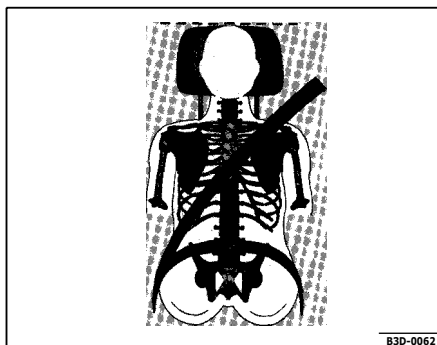
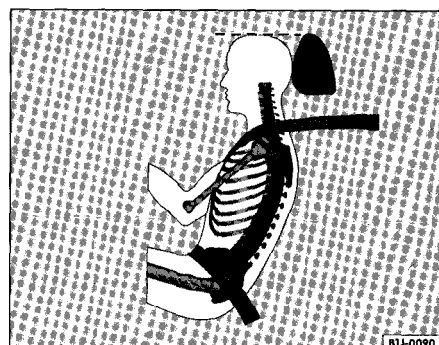

Fig. 51 Vue de face : appuie-tête convenablement réglé et ceinture correctement ajustée
Fig. 52 Vue de côté : appuie-tête convenablement réglé et ceinture correctement ajustée
- Réglez l'appuie-tête de manière que son bord supérieur soit, si possible, sur la même ligne que la partie supérieure de votre tête, mais pas plus bas que vos yeux. Positionnez votre occiput aussi près que possible de l'appuie-tête fig. 51 et fig. 52.